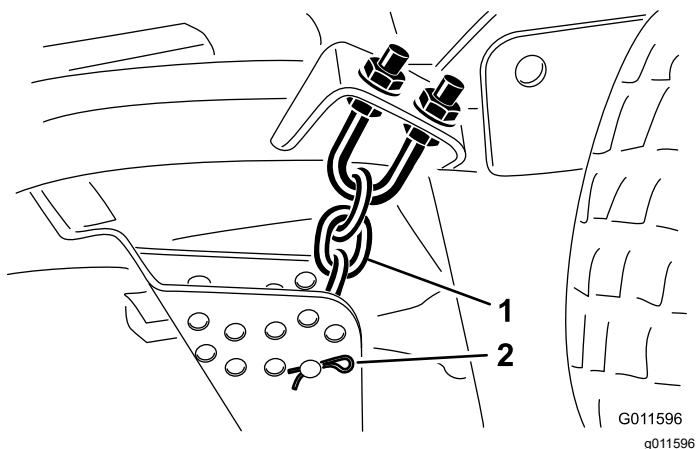

Figure 19
9. Enlevez la goupille fendue et l'axe de chape qui fixent les chaînes de hauteur de coupe à l'arrière de l'unité de coupe (Figure 19).